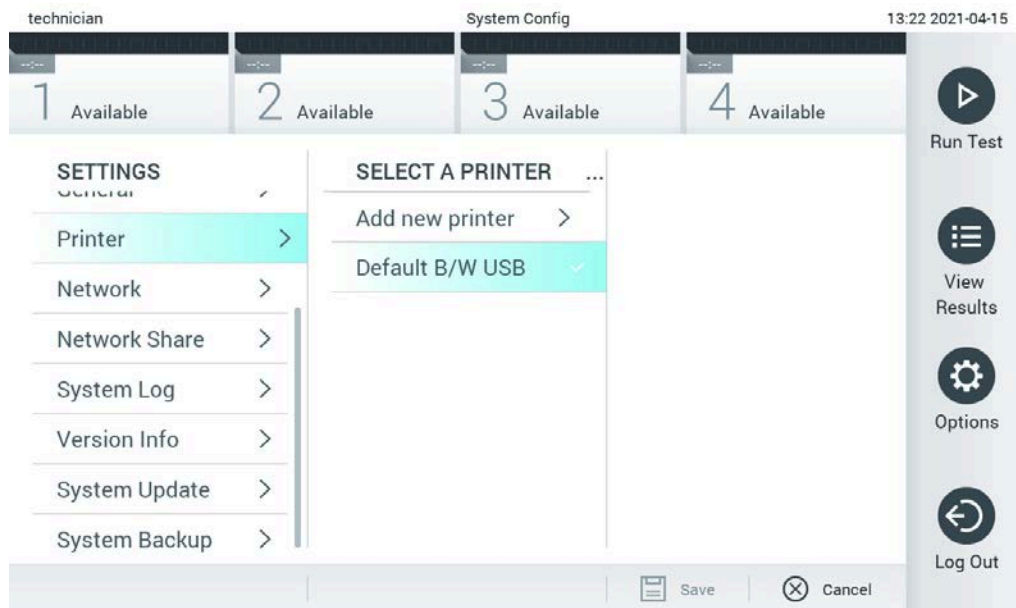

Figura 73. Seleção de uma impressora do sistema.
3. Selecione uma impressora a partir da lista de impressoras disponíveis (Figura 73).